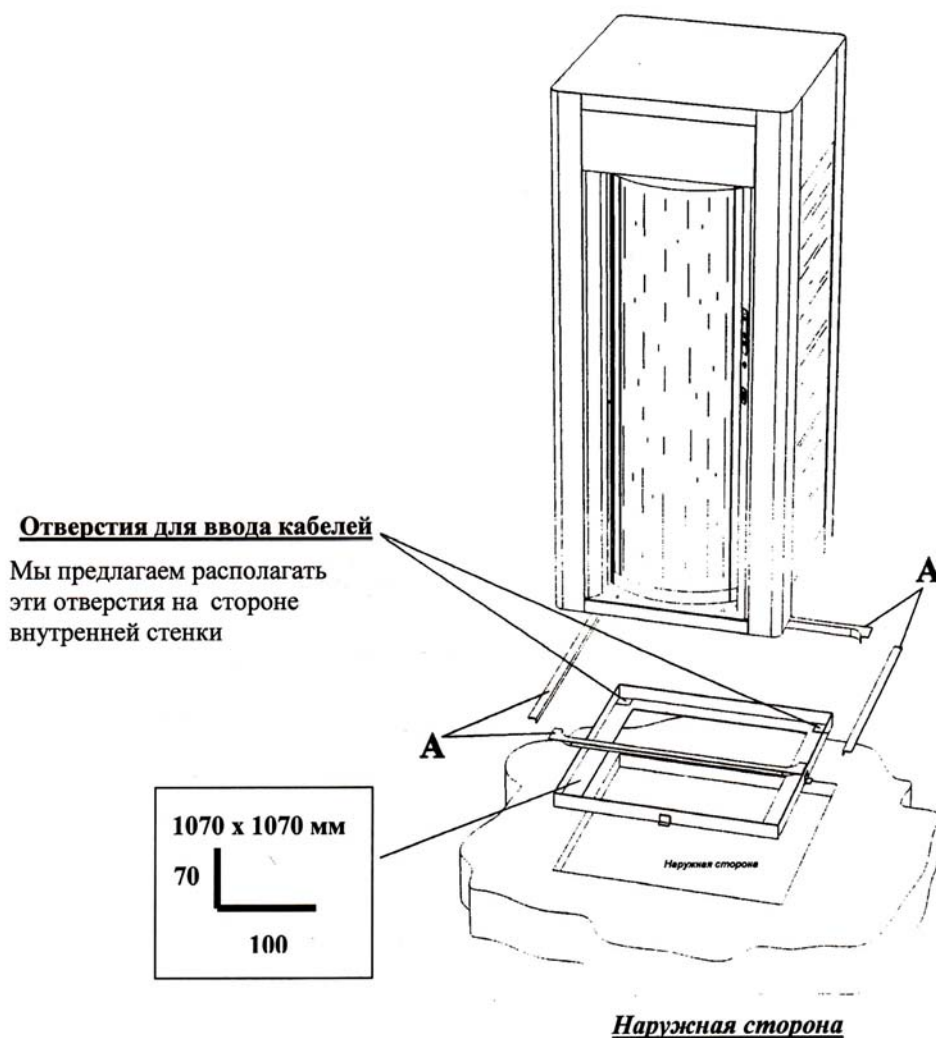

Рисунок 9 – Встроенная установка
- разместите раму, поставляемую компанией Saima Sicurezza по отдельному заказу (см рис. 9);
- 3) Используйте пластмассовые профили (поз. А на Рис. 9), поставляемые по отдельному заказу, в качестве прокладок между кабиной и металлической рамой, подогнав их по месту и закрепив с помощью силиконового герметика.
См. Рис. 9 - Встроенная установка